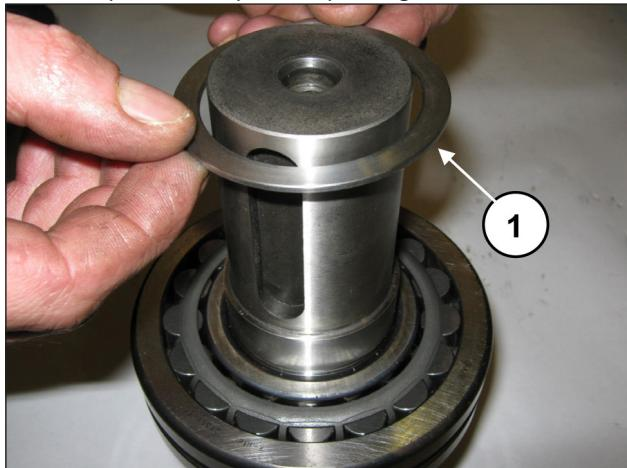
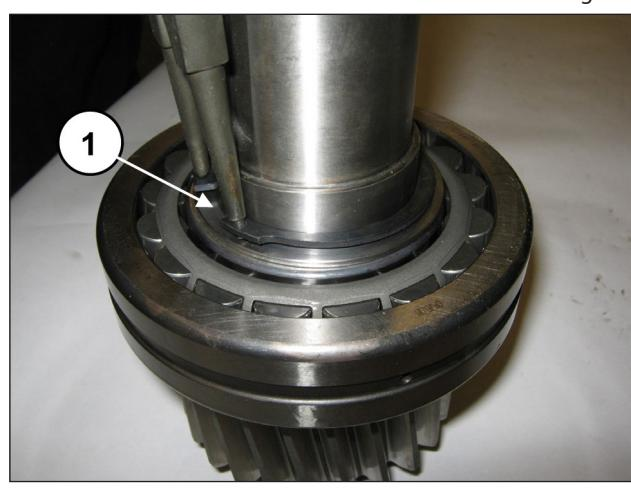

Fig. 85
Fig. 86
Placer la bague d'appui du roulement (rep. ①, Fig. 85) et mettre en place le circlip Ø55 (rep. ①, Fig. 86).